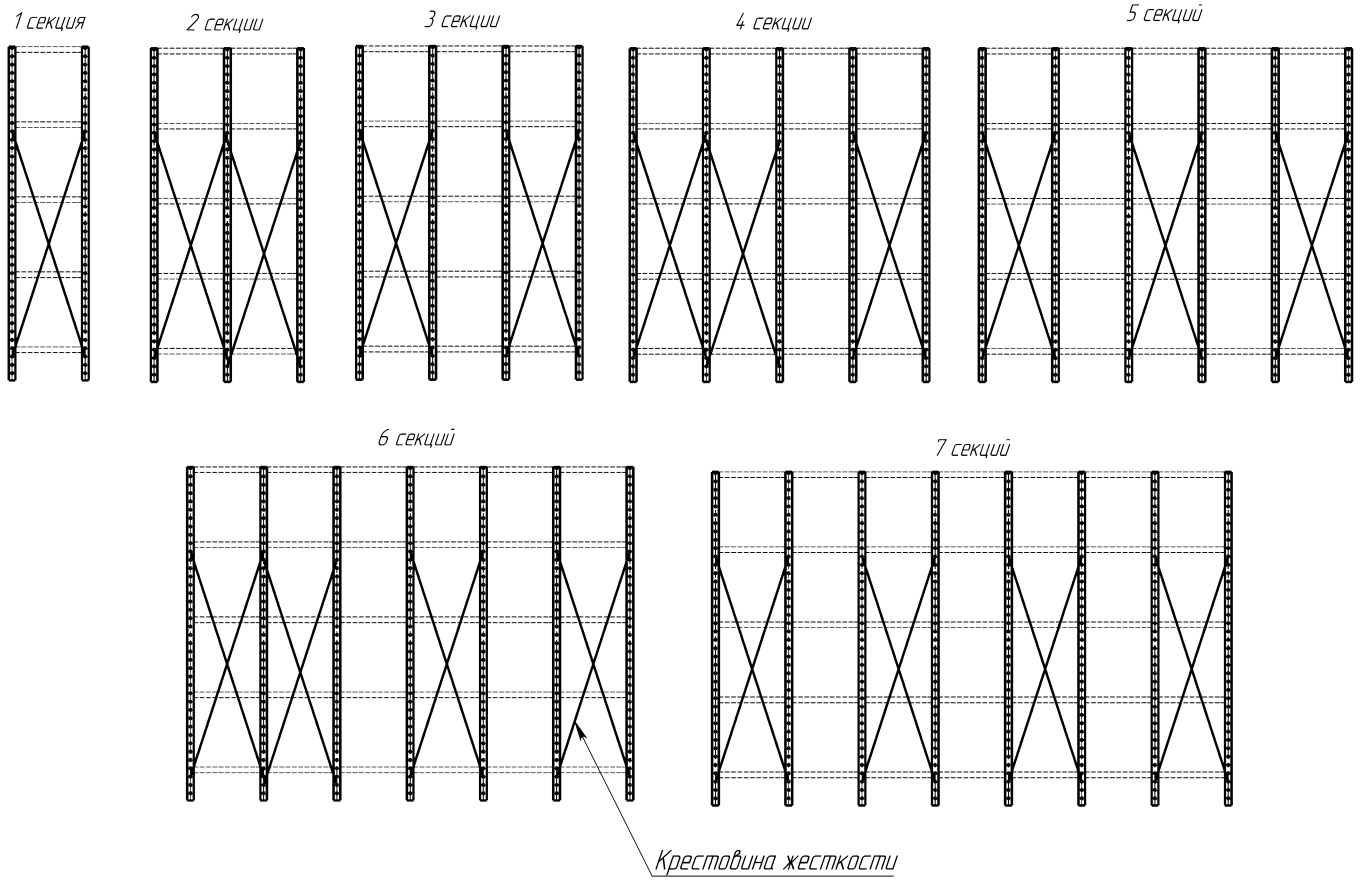

Рис. 5 – Схема установки крестовин жесткости
- 3.5. При многосекционном стеллаже, поставьте дополнительную раму и установите нижнюю и верхнюю полки. Повторите этот пункт необходимое число раз. В данном случае одна рама служит опорой для двух секций (рис. 5)